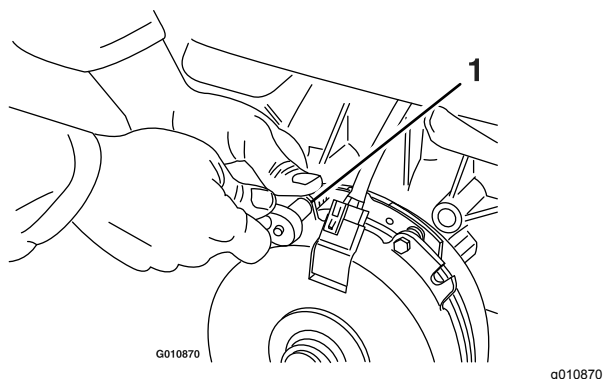

Figure 80
- A. Desserrez les boulons de fixation du frein d'un demi à un tour complet, comme montré à la Figure 80.